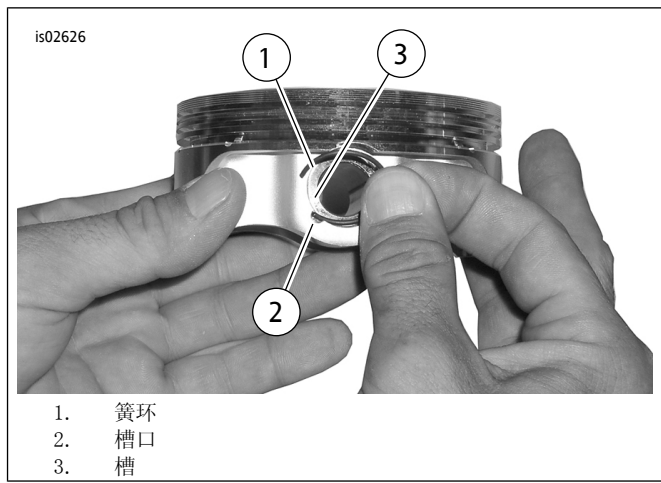

图3。簧环与活塞
1. 参见图3。将簧环(1)的开口端插入活塞销凸台周围槽(3)的槽口(2)，并使其间隙在安装后位于12:00或6:00点钟位置。